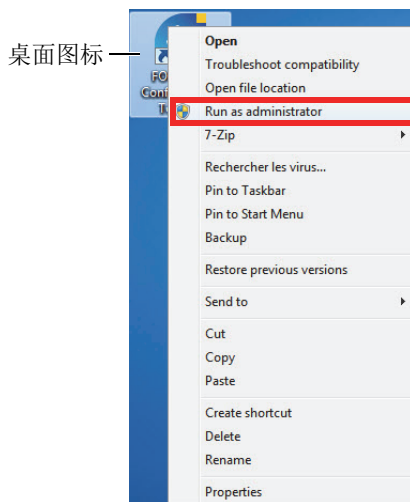

图 5-1 打开配置工具
- ◆ 在桌面上，右击配置工具图标，然后点击 **Run as administrator**（作为管理员运行）> **Yes**（是）（参见第 19 页的图 5-1）。